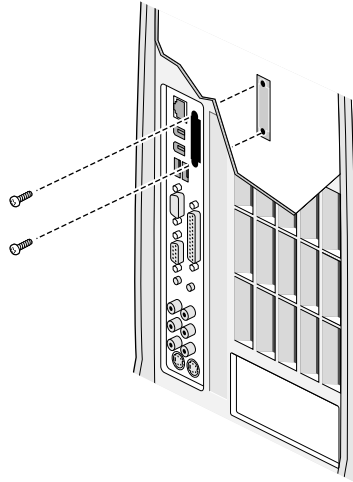

Figure 5-14 Remise en place du panneau de protection
11. Si vous n'insérez aucune carte, récupérez le panneau de protection à l'intérieur du châssis et placez-le devant l'orifice E/S (voir Figure 5-14). Pour insérer une autre carte, reportez-vous à la section « Installation de la carte d'extension de l'écran plat », page 82.